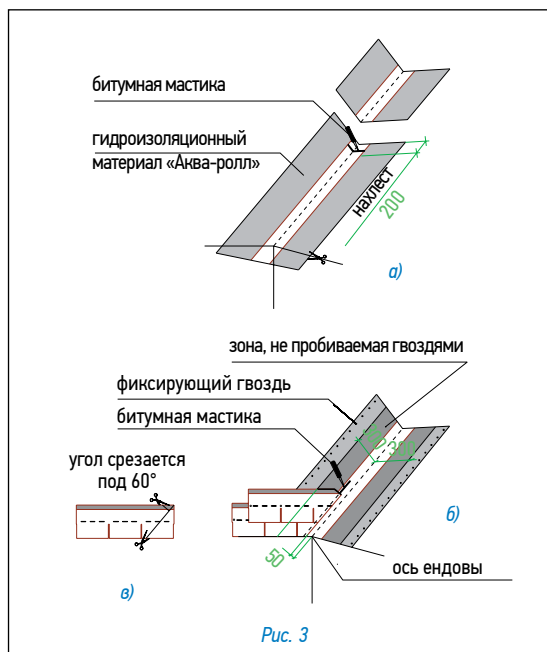

Рис. 3
Ендова (рис. 3)
- ровно по центру ендовы расстилается специальный рулонный материал «Аква-ролл», фиксируется в верхней части двумя гвоздями и обрезается в нижней части по линии карниза (рис. 3а);
2. «Аква-ролл» укладывается с нахлестом 20 см, место нахлеста тщательно обрабатывается битумной мастикой (рис. 3а).
- непосредственно перед укладкой в ендову черепицы, защитная пленка с лицевой стороны «Аква-ролл» снимается и на самоклеящуюся поверхность укладываются листы черепицы, обрезанные в соответствии с заранее отбитыми линиями (рис. 3б);
Внимание: 1. Необходимо также подрезать верхний уголок обрезанного края листа (см. рис. 3в) для правильного стока воды.
2. Крепление обрезанного листа к медной части «Аква-ролл» осуществляется при помощи сплошной полосы битумной мастики (рис. 3б).